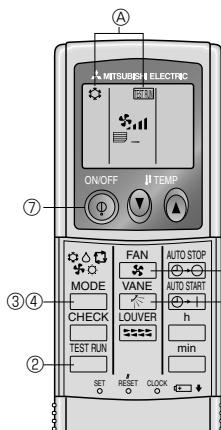

Fig. 7-2
7.2.2. Verwendung der drahtlosen Fernbedienung (Fig. 7-2)